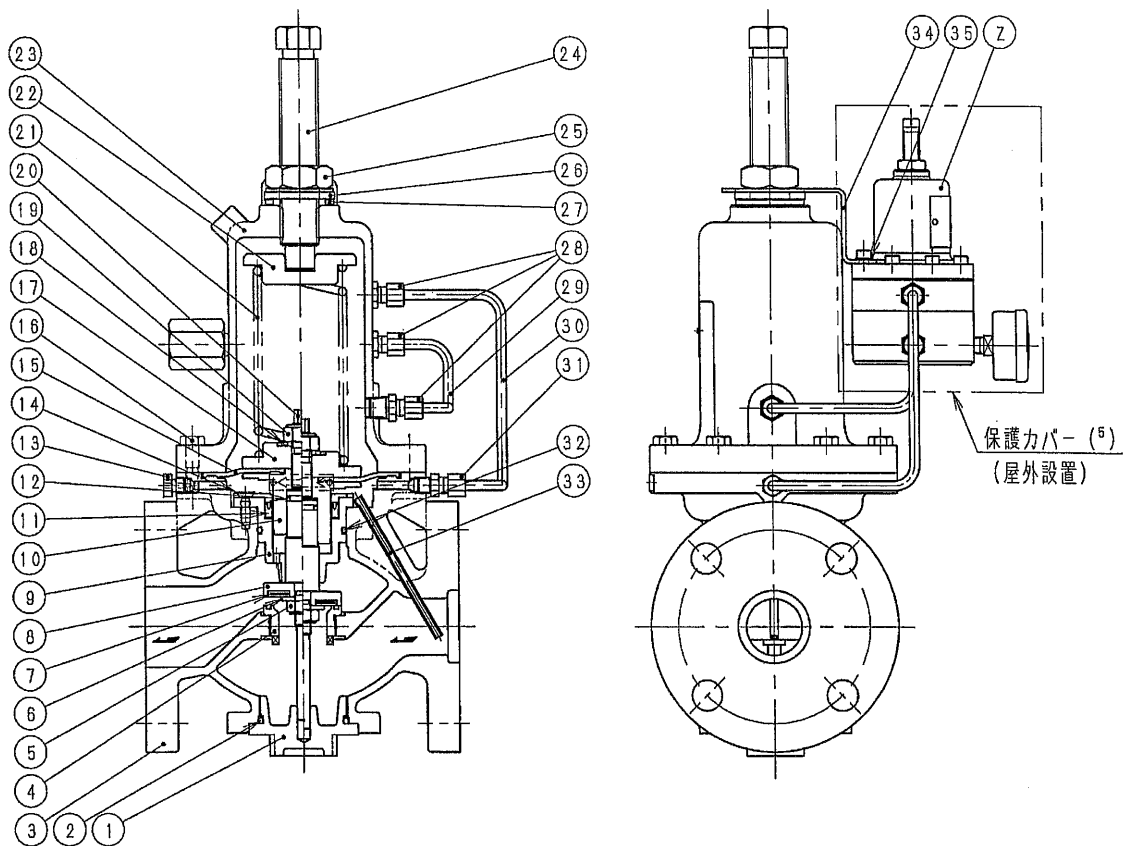

図4 構造例(呼び径 50)
内部検出方式の場合の構造例を図4および図5に示します。主要各部の名称は表1および表2を参照してください。なお、主弁の構造は呼び径や弁箱材料などにより異なります。
- (3-2) 本弁を配管に取り付ける際には、流体の流れ方向と弁箱③(図 4 参照)に設置された矢印銘板の矢印の方向を必ず一致させてください。逆向きに取り付けて流体圧力を加えた場合、内部部品が変形・破損する危険性があります。
- (3-3) 本弁に過大な配管応力が加わらないよう配管の支持や固定をしっかりと行ってください。弁箱③に過大な応力が加わった場合、作動不良や弁漏れを引き起こすだけでなく、弁箱③が破損して外部に流体が流出する危険性があります。
- (3-4) 本弁を屋外に設置する場合は PC をカバー等で覆うなど、雨水等の流入を防止する措置を講じてください(図 4 参照)。その際、排出口は絶対に閉塞しないでください。